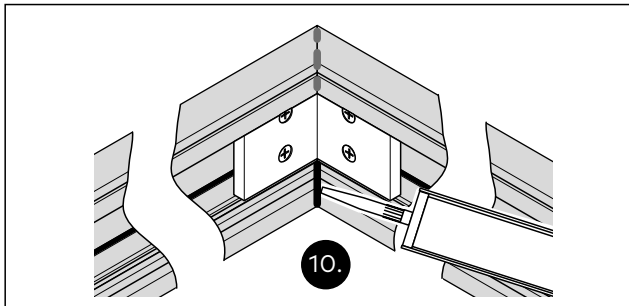

Abb. 20 Die Profilkanten und Stöße von innen silikonieren
10. Alle Profilkanten und Stöße von innen silikonieren (Abb. 20).